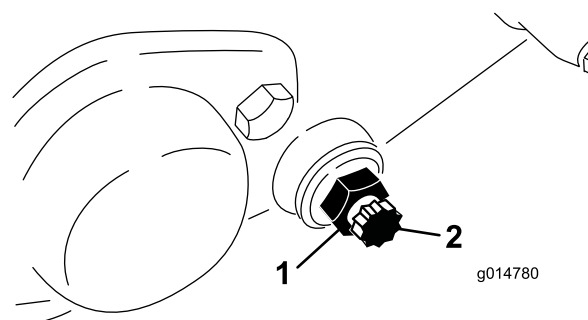

図 55
4. 各ベッドバーボルトを抜いてベッドバーを下に引き抜いて外す。ベッドバーの両端にナイロンワッシャとスチールワッシャが 2 枚ずつあるので注意する (図 55)。
3. ベッドバーボルト (図 55) を固定しているジャムナット (機体両側) をゆるめる。